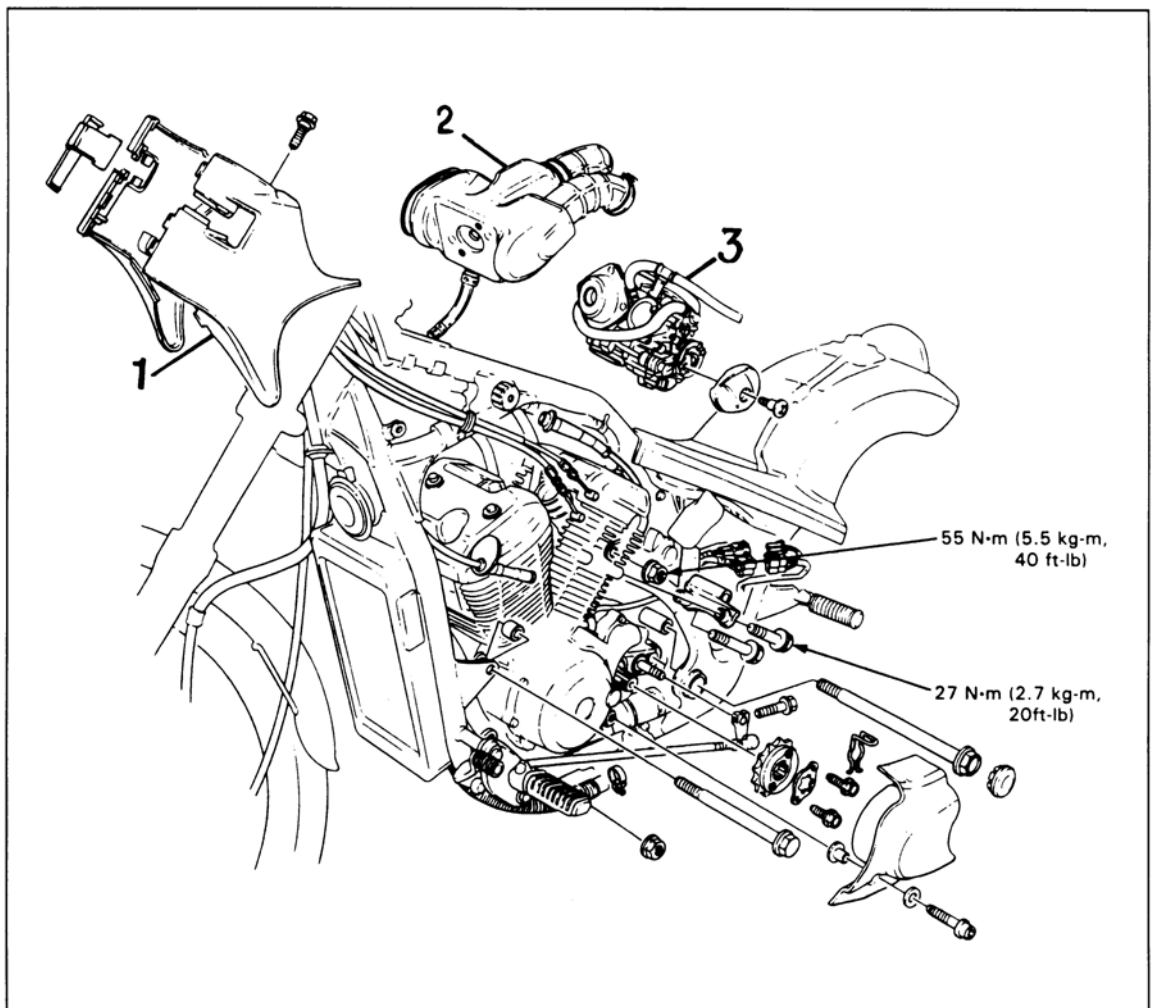

Bild 90
- Schaltpedal Bild 90 abnehmen.
- Ritzel mit Kette auf Abtriebswelle anbringen. Halteplatte aufschieben, drehen und mit zwei Schrauben am Ritzel befestigen (flüssige Schraubensicherung begeben; Bild 90).